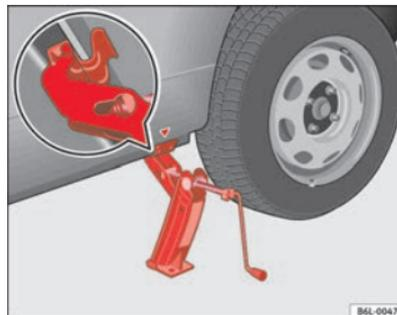

Abb. 125 Wagenheber
- Richten Sie den Wagenheber so aus, dass seine Klaue den Steg des Unterholms umfasst und die bewegliche Grundplatte plan auf dem Boden aufliegt ⇒ Seite 213, Abb. 125.